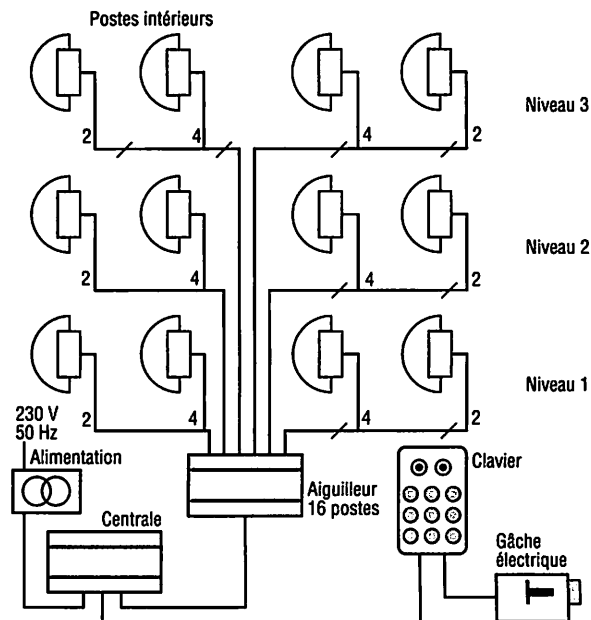

Fig. 21 : Schéma de principe du portier d'immeuble.
a. Schéma de principe de l'installation du portier d'immeuble (fig. 21).